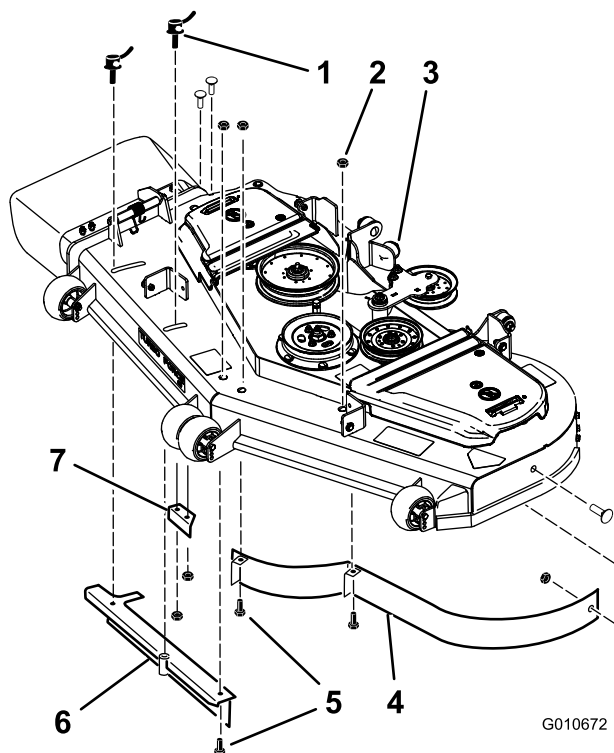
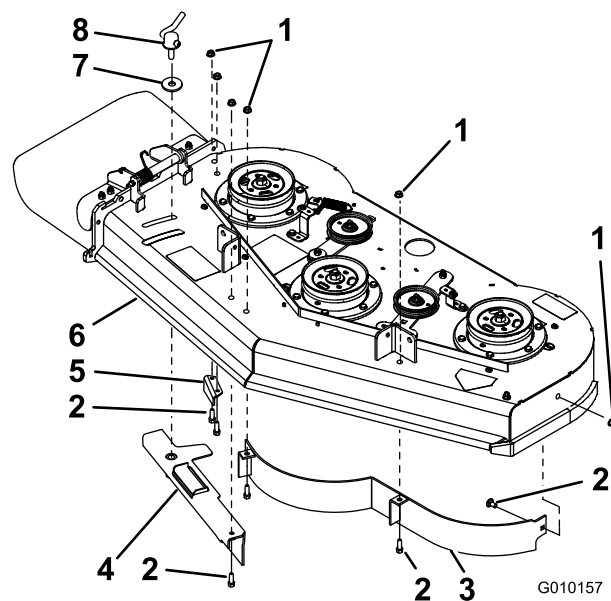

Figura 5
Figura 6
1. Retire las tuercas con arandela prensada que sujetan en su sitio los deflectores (Figura 5 o Figura 6).
2. Retire el bloqueo de leva y la arandela desenroscándolos del deflector de flujo ajustable (Figura 5 o Figura 6).
3. Retire los seis pernos que sujetan los deflectores en su sitio (Figura 5 o Figura 6).